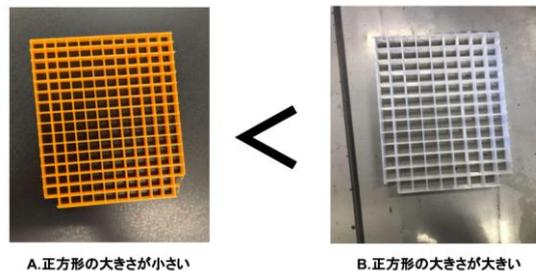

図4 3Dモデル①
1. 穴の大きさを変えた格子構造のモデル (A、B) (図4) を3Dプリンターを用いて作る。